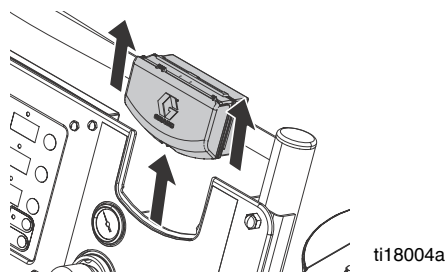

Рис. 17. Снятие модуля DataTrak
3. Снимите модуль DataTrak с кронштейна. См. Рис. 17. Переместите модуль с прикрепленным кабелем в безопасное помещение.